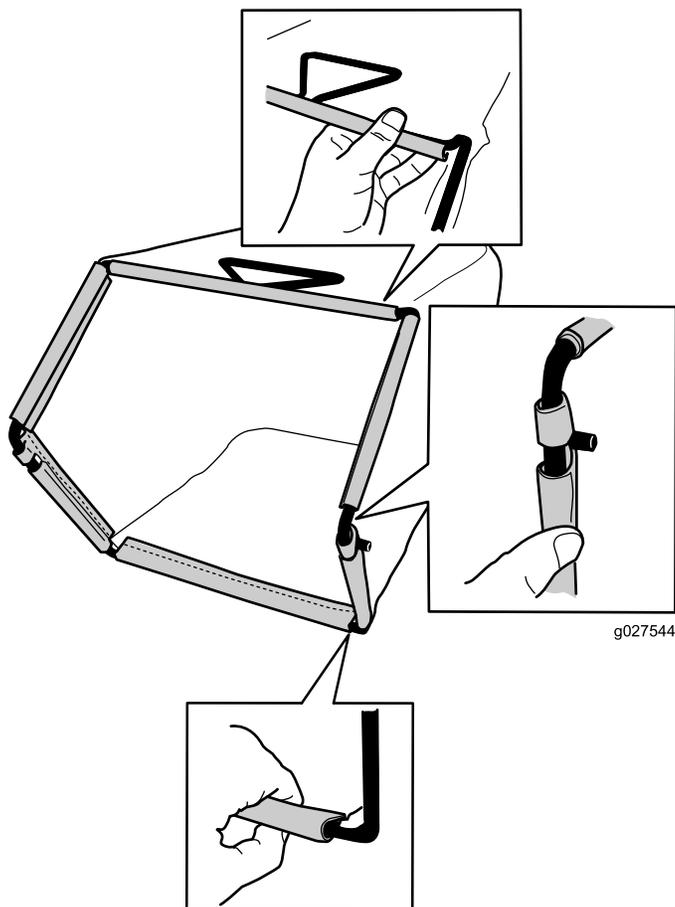

Bild 9
3. Haken Sie die oberen und seitlichen Kanäle des Grasfangkorbs an der Oberseite und der Seite des Rahmens ein (Bild 9).